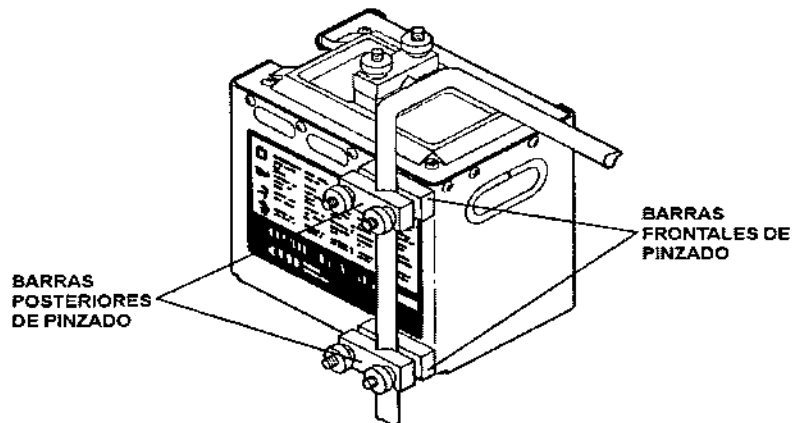

Figura 2-5. Vista posterior del controlador de flujo de retorno que muestra las barras de la varilla IV
1. Destornille las dos tuercas de mariposa de ambas barras de pinzado (figura 2-5) hasta que las barras superiores de pinzado ranuradas de la parte trasera del controlador de flujo de retorno den un cuarto de vuelta, dejando espacio libre para la varilla IV.
3. Coloque los asientos en V de la barra frontal de pinzado (figura 2-5) contra la varilla IV.